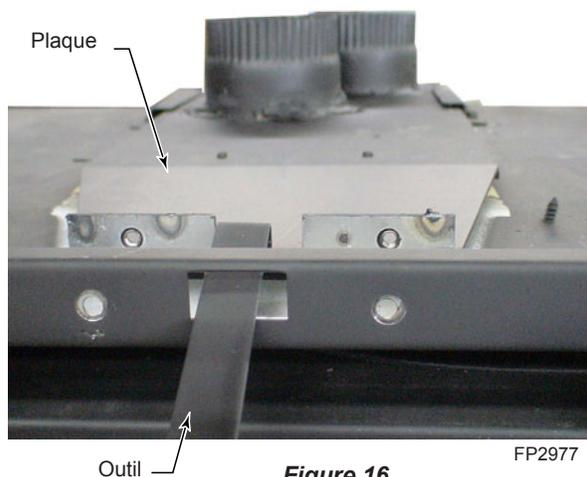

Figure 16
4. Pendant que vous glissez l'unité en place, l'outil de verrouillage de la vitre peut servir à loger la plaque, le cas échéant. Avec la petite extrémité, insérez l'outil dans l'encoche carrée dans le haut avant de la chambre de combustion. Accrochez la plaque à l'aide de l'outil et tirez-la vers l'avant en place pendant que vous glissez la chambre de combustion vers l'arrière. Figure 16